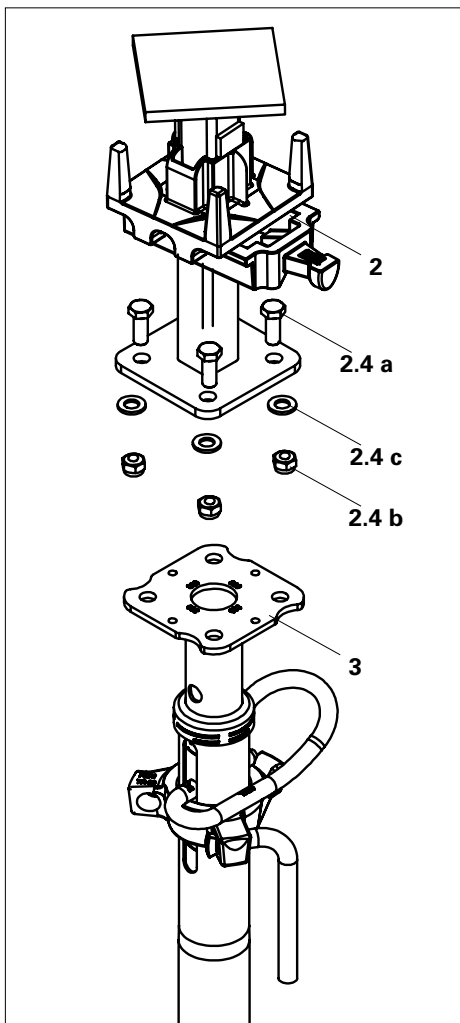

Fig. A3.06
3. Utilice un tornillo M12 (2.4 a), una tuerca (2.4 b) y una arandela (2.4 c) para fijar el puntal (3) al cabezal de caída (2). (Fig. A3.06)